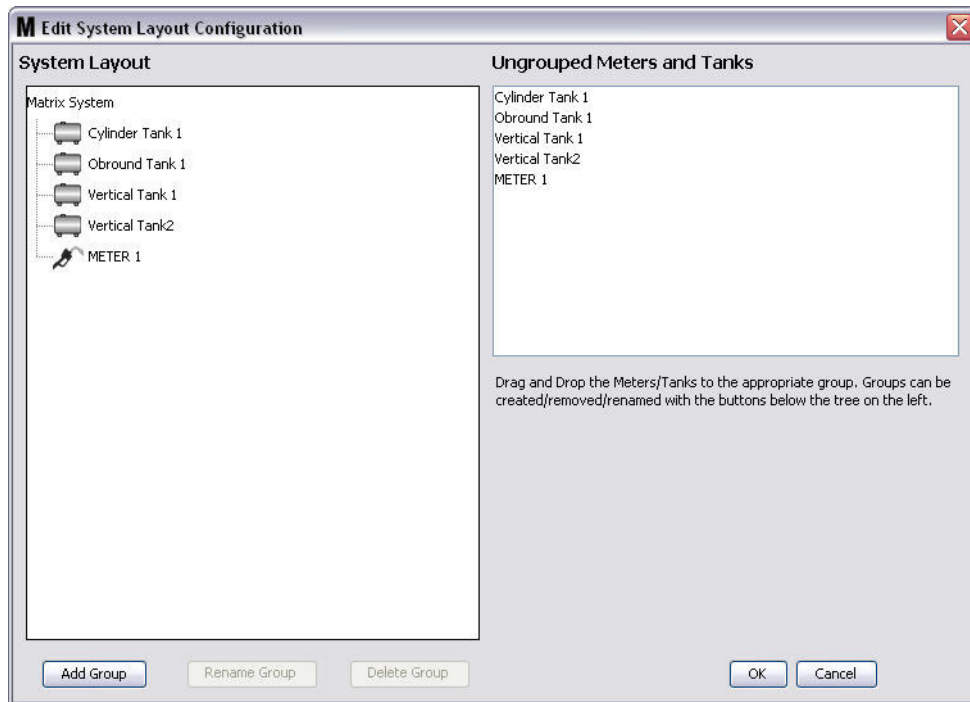

FIG. 125
3. Aparecerá la pantalla de Editar configuración del diseño del sistema representada en la FIG. 125.
4. Haga clic en el botón Agregar grupo (FIG. 125) para crear un nuevo grupo de dispositivos.